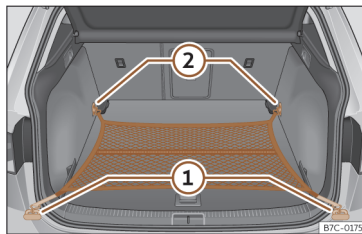

Fig. 165 Na bagageira: saco de rede fixado rente ao piso.
- Fixe os ganchos da rede nas argolas de fixação >>> **Fig. 165** (1) e (2) >>> . O fecho de correr do saco deve ficar voltado para cima.